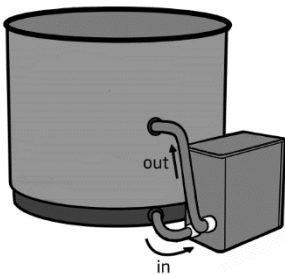

Bild 3 - Anschlussbeispiel Badefass
2. Öffnen Sie das manuelle Entlüftungsventil um einige Umdrehungen (Bild 3).